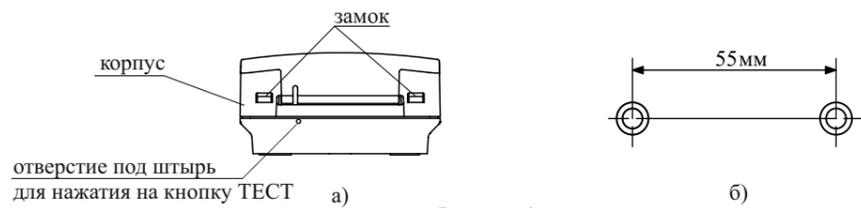

Рисунок 4
- в соответствии с проектом необходимо разметить место установки УДП (рисунок 4б), просверлить два отверстия и вставить дюбели под шуруп диаметром 4 мм;
- отсоединить корпус от основания, нажав отверткой на замки внизу корпуса (рисунок 4а). Кнопка УДП при этом должна быть в ненажатом положении;